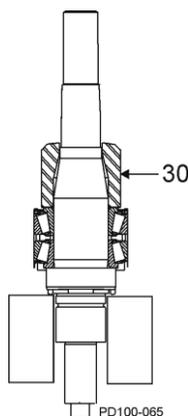

Figure 52 - Installation de l'entretoise de roulement
9. Installez l'entretoise de roulement (figure 52, élément 30).